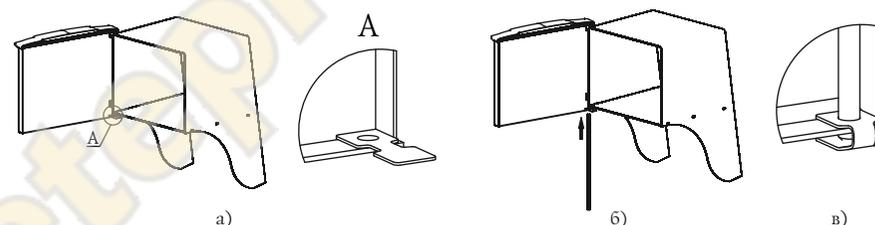

Рисунок 10. Установка дверцы при монтаже печи.
2. Установите дверцу на втулки топливного канала, совместив отверстия (рисунок 10.а);
3. Совместите отверстие упора с нижним отверстием каркаса, при этом упор должен располагаться внутри каркаса (рисунок 10.а);
3. Вставьте ось через отверстия снизу вверх (рисунок 10.б),
4. Подогните упор, фиксируя конец оси между площадками упора (рисунок 10.в);